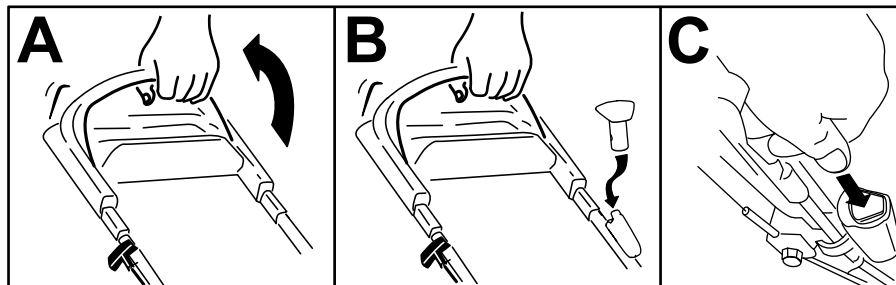

Figura 13
1. Mantenha a barra de controlo da lâmina encostada à pega (A da Figura 13).
2. Se o botão de arranque elétrico tiver sido removido, insira-o no arrancador elétrico (B da Figura 13).
3. Empurre o botão de arranque elétrico até que o motor arranque (C da Figura 13).